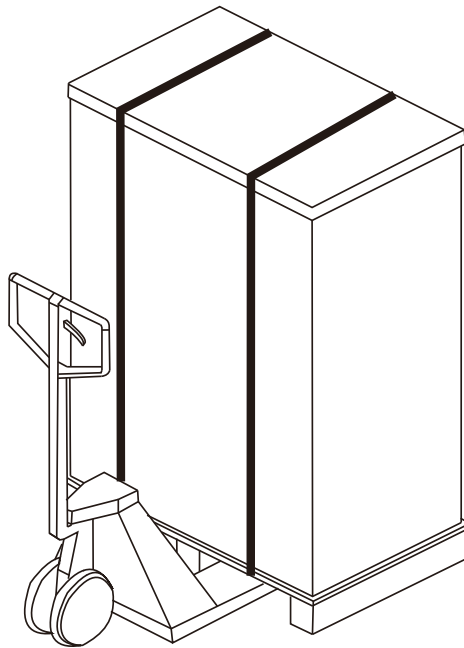

Рисунок 2-1
1. С помощью вилочного погрузчика переместите шкаф в установленное место. См. рисунок 2-1. Пожалуйста, убедитесь, что грузоподъемность вилочного погрузчика достаточна.